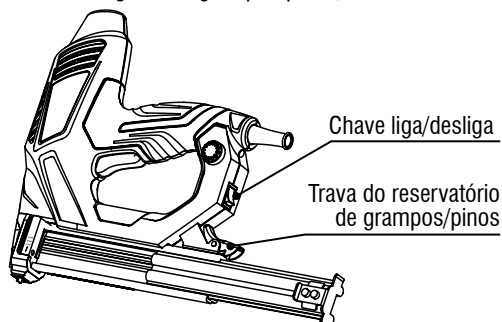

Fig. 3 – Abastecimento de grampos ou pinos
1. Pressione a trava conforme mostra a Fig. 3;
Para ligar o grampeador/pinador elétrico coloque o botão liga/desliga, Fig. 3, na posição **I** (ligado). Para desligar coloque o botão liga/desliga na posição **O** (desligado).